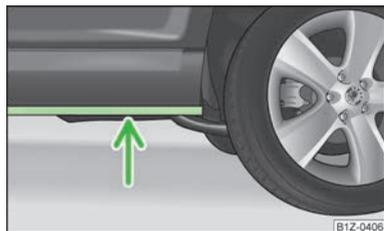

Fig. 128
- Determinar la profundidad del agua antes de un vadeo. El nivel del agua debe llegar como máximo al alma del larguero inferior » fig. 128;